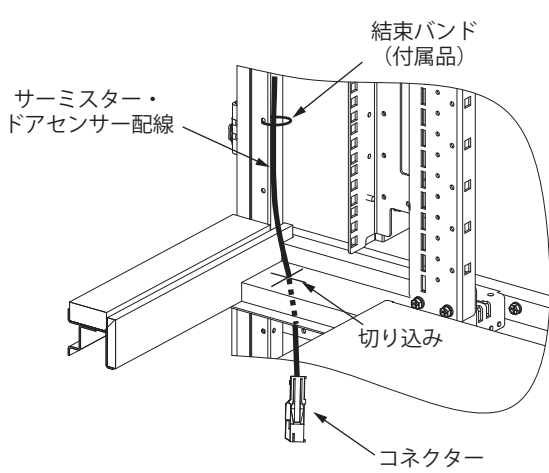

図11
- ④ サーミスター・ドアセンサー配線付きコネクターを断熱材の切り込みより、下側に通してください（図11）。